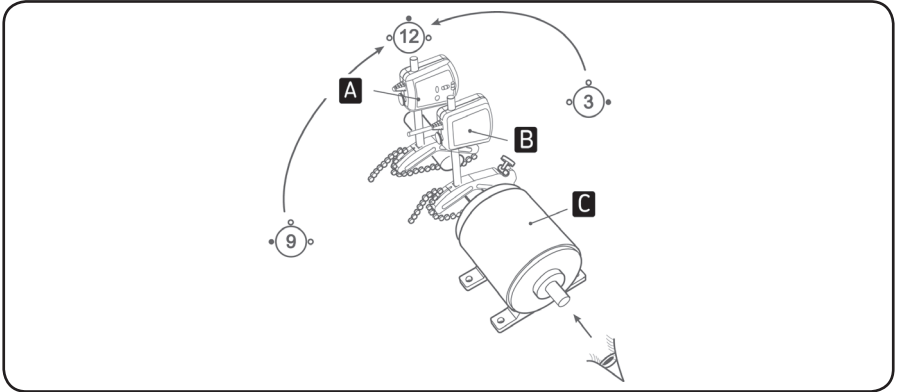

Fig. 4. Analogia dell'orologio
- a) Sistemare le due unità di rilevamento in posizione ore 12 con l'ausilio delle livelle a bolla d'aria (fig. 4 & fig.7).